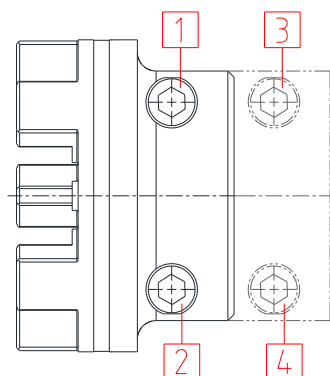

Figura 14: Apriete de los tornillos
- Fije los cubos de apriete DH apretando los tornillos de apriete alternativamente por etapas (véase figura 14). Comience con 1/3 en la primera etapa, 2/3 en la segunda etapa y el par de apriete completo en la última etapa. Los tornillos deben apretarse con los pares de apriete T_A indicados en la tabla 3 con una llave dinamométrica adecuada. Por último, apriete todos los tornillos hasta alcanzar el par de apriete completo para todos ellos.